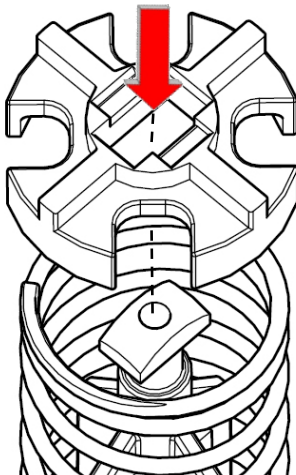

Abb. 4
1. Den Bypassventilhalter mit der Spitzzange auf die Bypassventilfeder setzen. Den Schlitz oben im Bypassventilhalter auf die Arretierzunge auf dem Bypassventil ausrichten (Abb. 4).